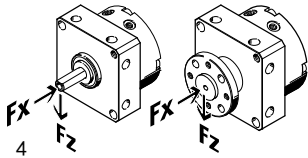

Fig. 4
4. 请您确保当固定工作负载时遵守以下给定条件（Fig. 4）：